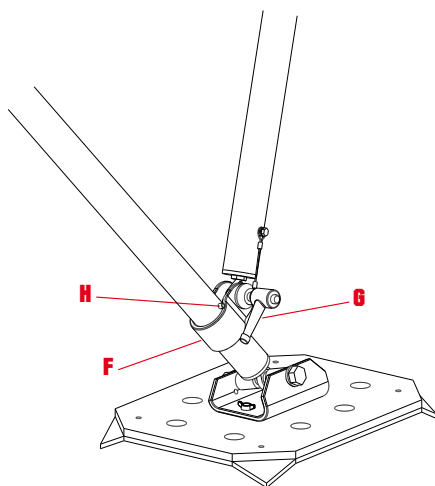

fig. 6
- e) Posizionare i collari (F) contro la spina elastica (H) e fissarli mediante la leva di bloccaggio (G) - (fig. 6).